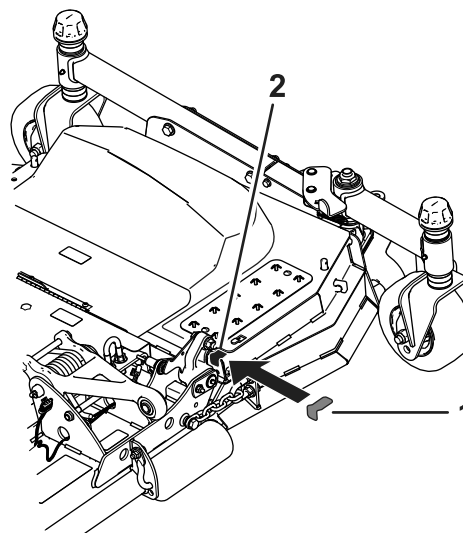

Figure 3
2. Placez les cales à l'avant et à l'arrière du plateau de coupe, comme montré à la Figure 3.